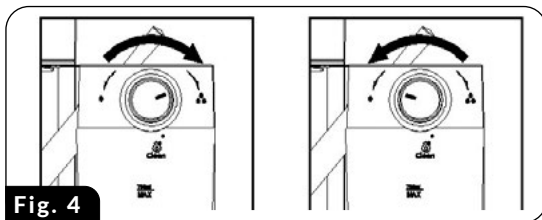

Fig. 4
**ATTENZIONE!** Prima di preparare il caffè CAPPUCCINO, regolate la quantità di latte schiumoso in base alle vostre preferenze ruotando la manopola di dosaggio (23) verso sinistra per aggiungere più schiuma o verso destra per ridurre la quantità di schiuma (Fig.4). È inoltre possibile regolare l'intensità della schiuma durante il processo di schiumatura.
**ATTENZIONE!** Prima di preparare il caffè LATTE, regolate la quantità di latte schiumoso in base alle vostre preferenze ruotando la manopola di dosaggio (23) verso destra per aggiungere più schiuma o in senso antiorario per ridurre la quantità di schiuma (Fig.4). È inoltre possibile regolare l'intensità della schiuma durante il processo di schiumatura.
1. Installare il filtro selezionato (13) nel matraccio (10), riempirlo di caffè e installare il matraccio nella macchina da caffè.
2. Assicuratevi che ci sia una quantità d'acqua adeguata nel serbatoio dell'acqua (15) e nel serbatoio del latte (19) la giusta quantità di latte.